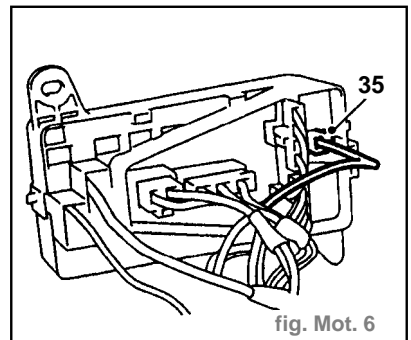

fig. Mot. 6
- Dégager 2 attaches (33) et déposer le couvercle intérieur de boîte à fusibles.
- Enlever 2 vis (34) maintenant les fils positifs sur la boîte à fusibles.
- Débrancher la fiche multibroches (35) de la boîte à fusibles (fig. Mot. 6).